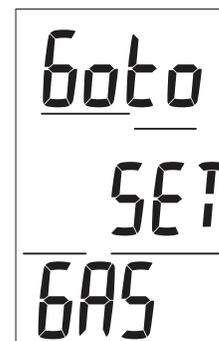

Fig. 15 - Écran d'accès au réglage du FO2
**Écran d'accès au réglage du FO2 d'un mélange gazeux** : paramètres affichés (fig. 15)